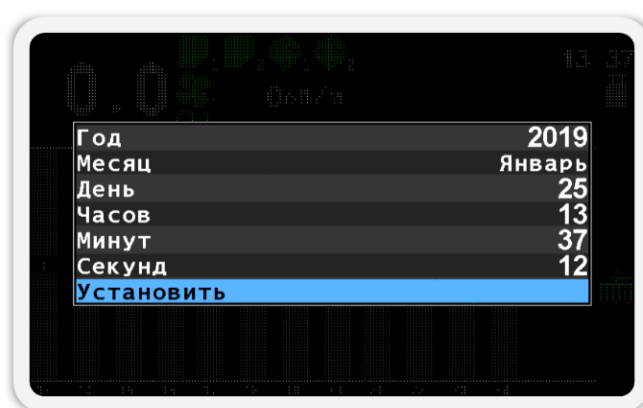

Рисунок 34 Меню "Изменить Дату/Время"
- 7.2.2.5.  **Изменить Дату/Время** - для данного пункта настроек реакция на нажатие кнопки  «Меню» отличается в зависимости от того, включено ли в системе использование трекера. Тогда, когда трекер отсутствует в системе, этот пункт меню используется для перехода во вложенное меню, в котором можно установить текущие дату и время (см. Рисунок 34). В этом меню для перемещения между пунктами используйте кнопки  «Вверх» и  «Вниз». Для изменения параметра выбранного пункта меню используйте кнопки  «Плюс» и  «Минус». Для установки заданных даты и времени выберите пункт меню «Установить» и нажмите кнопку  «Меню». Для отмены изменений нужно нажать кнопку  «Назад».
времени по вашему часовому поясу, либо позволит перейти в меню ручной установки даты и времени (см. Рисунок 34).